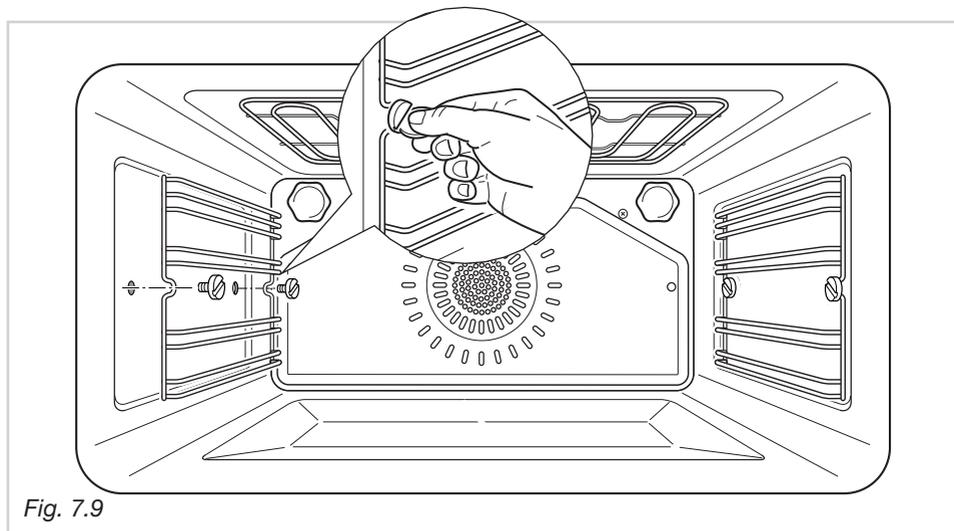

Fig. 7.9
- Montare i telai laterali fissandoli alle pareti del forno con 2 viti (Fig. 7.9).